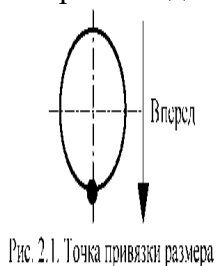
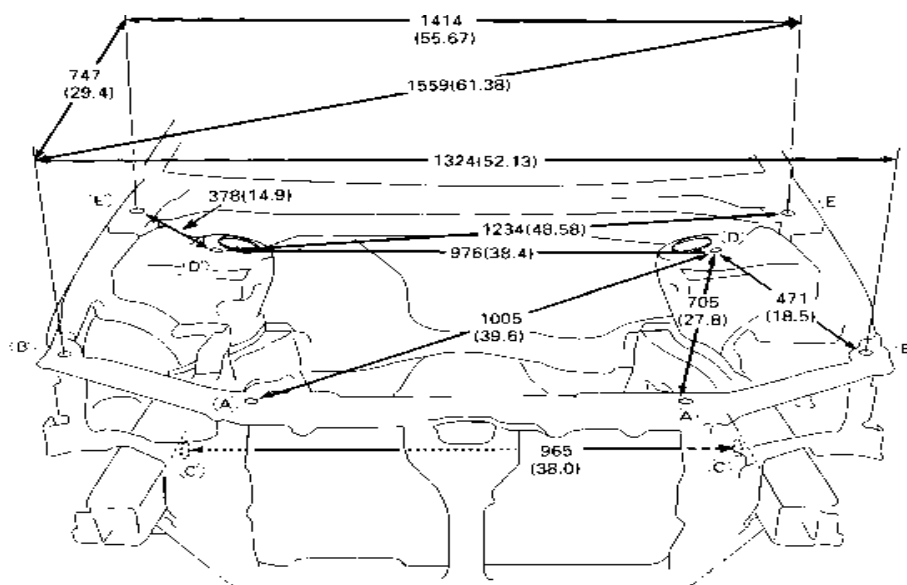

Рис. 3.1. Точка привязки размера
Рис. 3.2. Размеры передней части кузова
На рис. 3.2 можно увидеть пример расположения базовых точек на передней части кузова (капотное пространство). Для всех обозначенных базовых отверстий геометрической точкой привязки размера служит самая передняя точка кромки отверстия по ходу автомобиля. Пример нахождения такой точки можно увидеть на рис. 3.1.
Естественно, что большинство размеров кузова обладают свойством симметрии. Следовательно, приведенную картину размеров на рис. 3.2 можно перевернуть относительно продольной оси автомобиля. Данный прием очень помогает, когда справочные данные по кузову отсутствуют. Правильность расположения деталей в этом случае можно установить по равенству взаимно симметричных размеров. Даже не очень сильные боковые удары при ДТП приводят зачастую к перекосам в передней части кузова. О таких перекосах красноречиво свидетельствует разница в несколько миллиметров между диагональными размерами, например (А) - (D): передняя правая - задняя левая и наоборот.
На рис. 3.2 показан механизм после снятия зеркальной пластины.